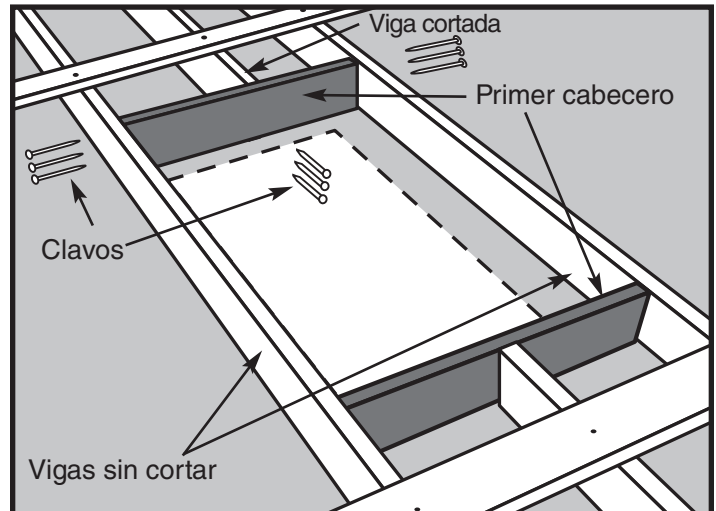

Figura 15
- PASO 3.** Coloque uno de estos cabeceros contra el extremo de la(s) viga(s) cortada(s) (vea la Figura 15). Debe ajustar perfectamente entre las vigas sin cortar.
- PASO 4.** Ponga el cabecero a escuadra respecto a la viga no cortada, y únalo al extremo de la(s) viga(s) cortada(s) con tres (3) clavos 16d (vea la Figura 15).
- PASO 5.** Revise el cabecero para verificar su escuadra, y luego inserte tres (3) clavos 16d en cada extremo del cabecero, a través de cada viga (vea la Figura 15).